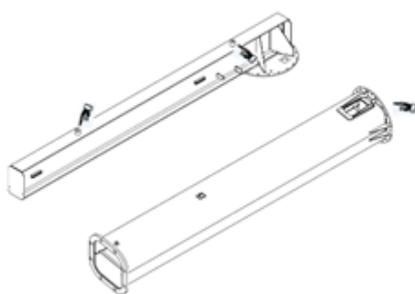

fig. 12
- Le parti di carpenteria della gru a bandiera (colonna e braccio) sono, generalmente, fornite con imballo; sulle colonne sono presenti i punti di aggancio per facilitarne la movimentazione durante le operazioni di installazione (fig. 12).